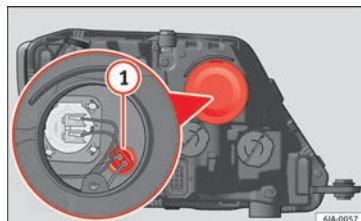

Fig. 89 Remplacement de l'ampoule des feux de position.
- Retirez le cache de protection » **fig. 89**.
- Retirez le support d'ampoule » **fig. 89 1** en tirant vers l'extérieur.